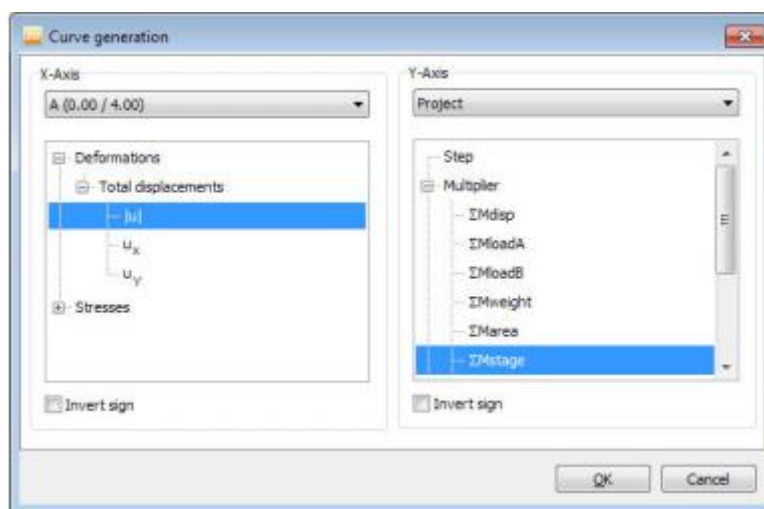

图 27 曲线管理器窗口
除了最后计算步的结果有用之外，查看荷载-位移曲线也非常有用。为了生成荷载-位移曲线，如图 27，按照下列步骤：
- 在图表标签中，单击新建。弹出出现生成窗口，如图 27。